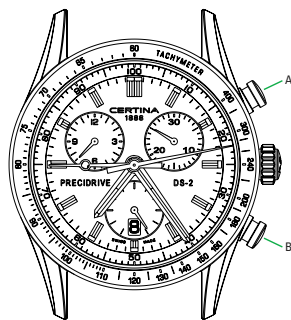

Рис. 4
**Считывание результатов последнего измерения (см. рис. 4)**